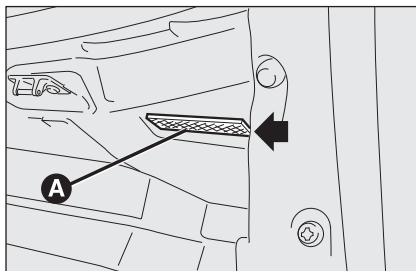
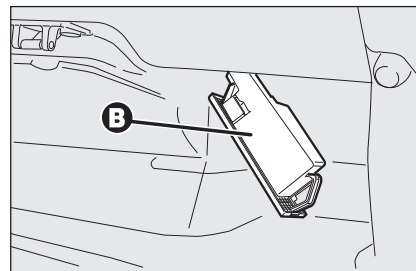

fig. 48
fig. 49
- ☐ estrarre la plafoniera **A-fig. 48** facendo leva nel punto indicato dalla freccia;
- ☐ sollevare la protezione **B-fig. 49** e sostituire la lampada inserita a pressione;
- ☐ richiudere la protezione **B-fig. 49** sulla plafoniera **A-fig. 48**;